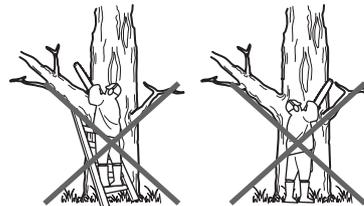

Fig.23
- Ne tenez jamais l'appareil à bout de bras, et n'essayez pas de couper dans des endroits difficiles à atteindre. N'utilisez pas l'appareil debout sur une échelle. Ne le tenez jamais au-dessus des épaules (Fig. 23).